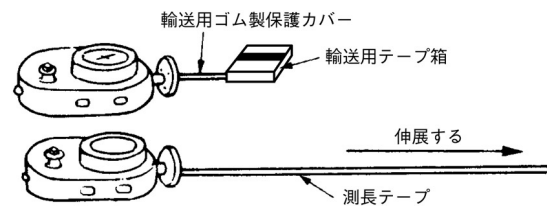

図 10. 測長テープの納入状態
■ 納入時、測長テープは指示値 0mm の状態で、計器本体内に組み込まれています。取り付けに必要な長さだけを、輸送用のテープ箱に入れて、計器の出口部分にはゴム製のカバーが取り付けられています。(図 10 参照)
(図 10 参照)